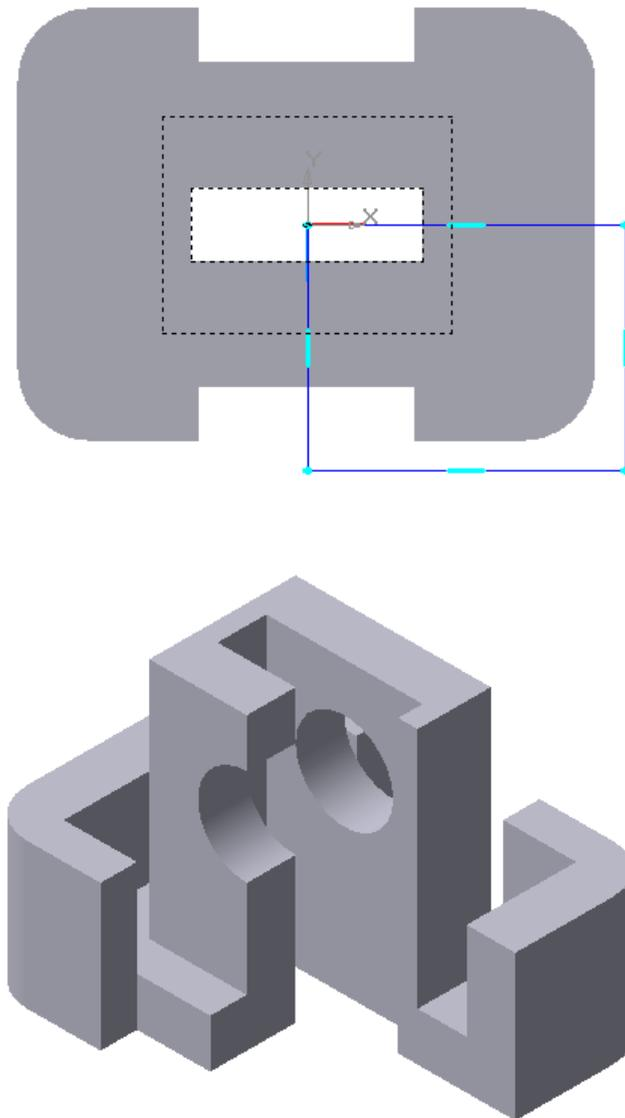

Рисунок 56
- нажимаем кнопку **Ввод прямоугольника** и строим эскиз прямоугольника на экране с одним углом в начале системы координат (рисунок 56), при этом размеры прямоугольника задаются курсором;
2. Создать заготовку чертежа (для продвинутого уровня пользователей). Пример заготовки чертежа для созданной модели (рисунок 56) приведен на рисунке 57.